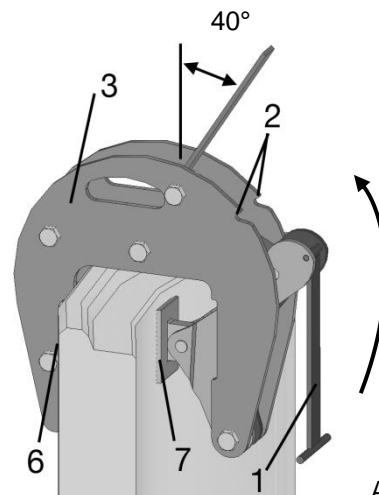
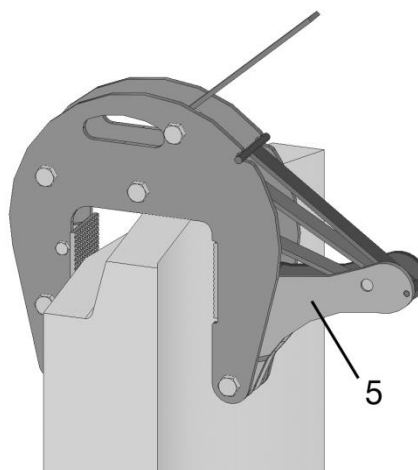

Abb. 2
Abb. 3
- Drej den åbne holder (1) opad (fig. 2) og lås den i de to riller (2) i det ydre beslag (3): Klemmen er nu låst med maksimal åbningsbredde (fig. 3). Når du justerer, skal du sørge for, at **trækremmene/kæderne er aflastet og ikke snoet**.
- Lås alle åbne holdere (1) op, og sving dem ned: Vinkelhåndtagene (5) svinges fremad af fjedrene.
- De to klemkæber (6) og (7) skal hvile mod ringen over hele overfladen (fig. 2). Løft mandehulsringen ca. 10 cm.